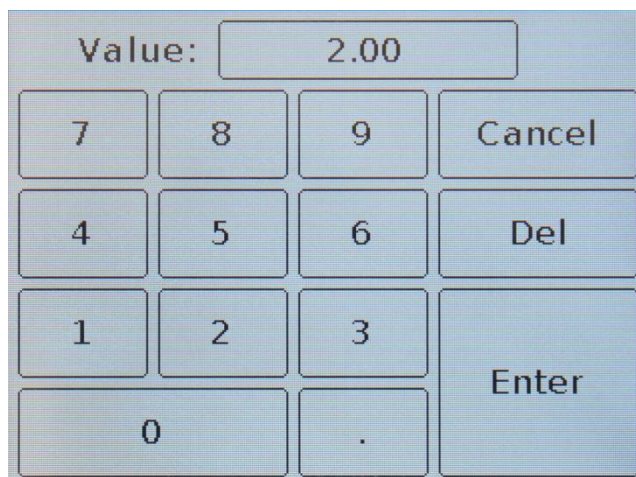

Рисунок 9.17 – Ввод числового значения отображаемой пороговой линии КСВ
9.8.4. Чтобы изменить значение отображения уровня пороговой линии КСВ, нажмите на числовое значение **Value**, и в появившемся подменю (Рисунок 9.17) введите числовое значение в диапазоне от 1,01 до 9,00.